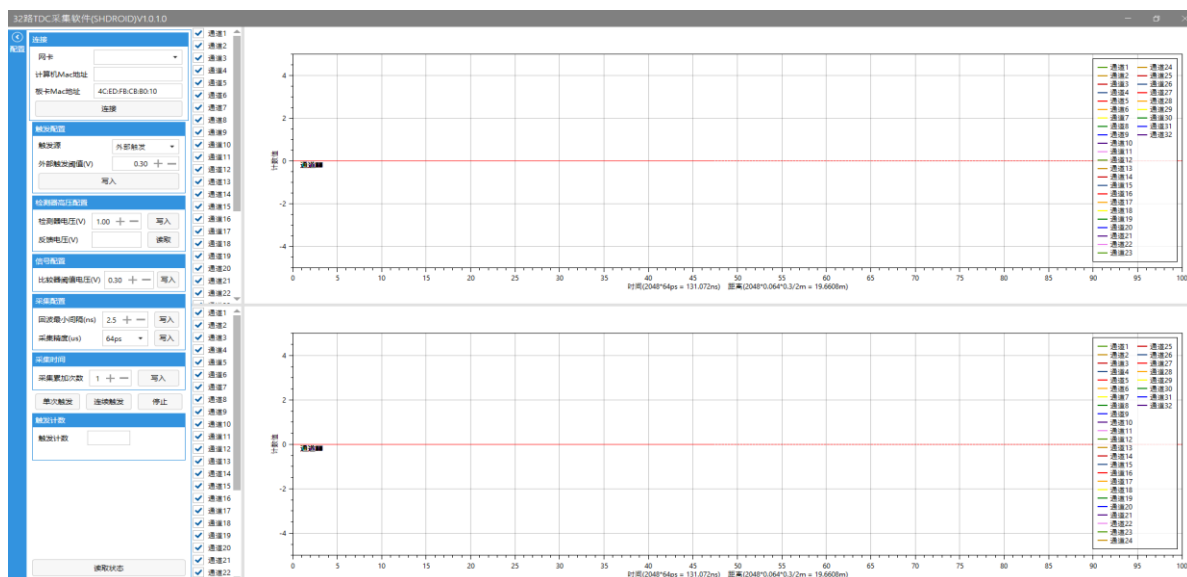

图 3 实时的数据展示界面
1.5.1 启动设备，首先出现的就是实时的数据展示图界面，如图 3。